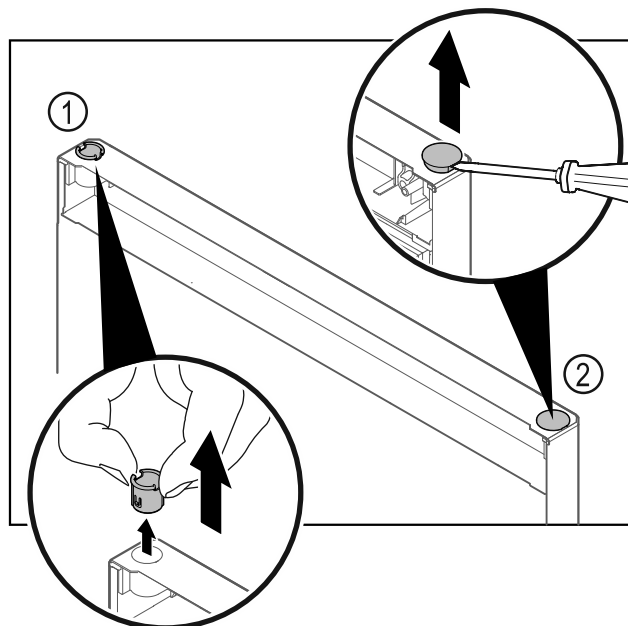

Fig. 22
- ▶ Træk hængselbøsningen Fig. 22 (1) ud med fingrene.
- ▶ Løsn afdækningsproppen Fig. 22 (2) forsigtigt med en flad skruetrækker, og træk den ud.